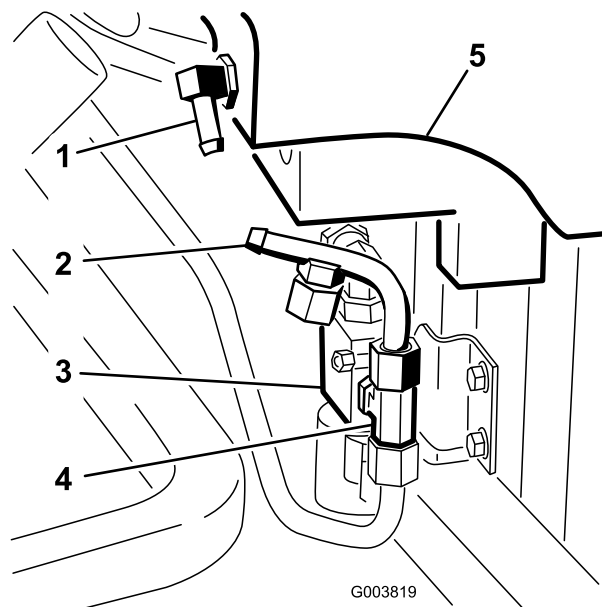

Figure 24
3. Placez la conduite hydraulique N° 4 sur le raccord en T monté sur le côté de la valve (Figure 24).